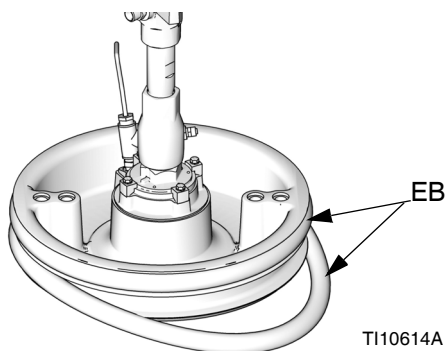

FIG. 34
1. À l'aide d'un instrument en bois ou plastique, pour éviter d'endommager le racleur (EB), nettoyer les rainures des joints.
2. *En partant du bas*, incliner un racleur (EB) sur le dos du cylindre (AD). Voir la FIG. 34.
3. Introduire le racleur (EB) dans la rainure supérieure et faire glisser l'avant du racleur dans la rainure.
4. Si l'on utilise un cylindre de 55 gallons, introduire le second racleur (EB) dans la rainure inférieure et faire glisser l'avant du racleur dans la rainure.